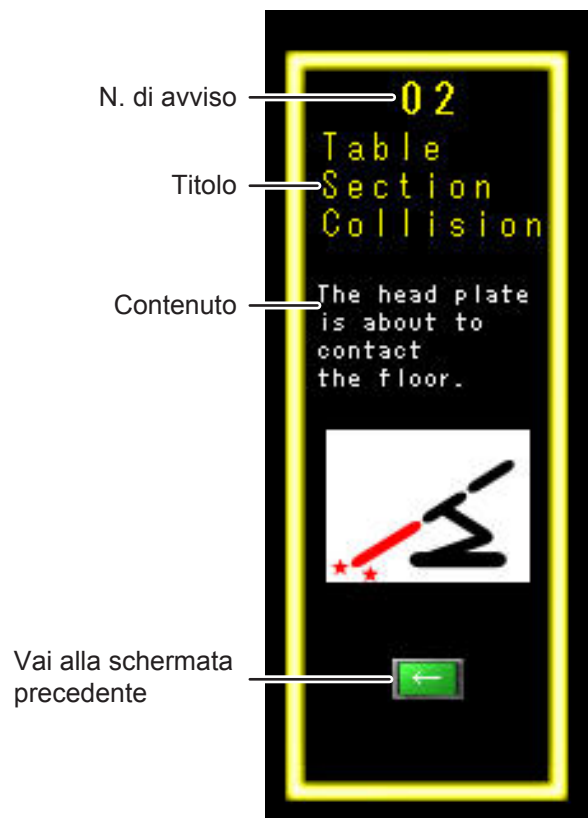
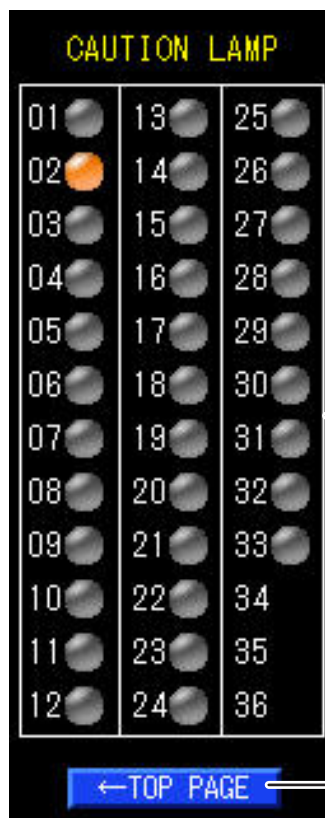

Fig. E-1
Fig. E-2
(consultare la Fig. E-1)
- Onde evitare danni, è possibile arrestare il tavolo operatorio durante il funzionamento. Sul touchscreen viene visualizzata una schermata di avviso come quella nella Fig. E-1. Per le procedure specifiche di ripristino dopo l'arresto del tavolo operatorio, consultare Pagina 77.
- Se si seleziona CAUTION (ATTENZIONE) nella Fig. A mentre si è verificato un attenzione/pericolo, viene visualizzata la Fig. E-2. Quando si è verificato un avviso, viene visualizzata la schermata nella Fig. E-1.